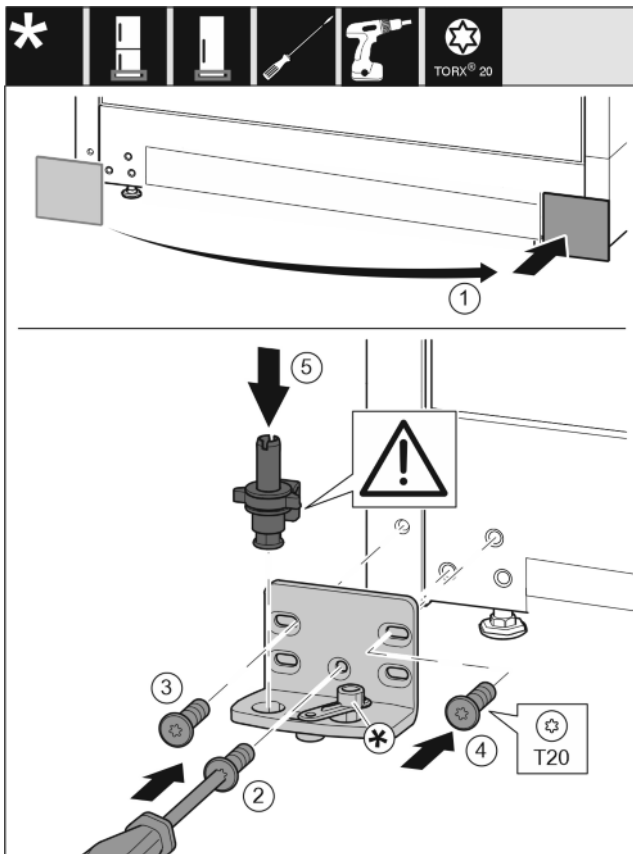

Fig. 15
- ▶ Enlever le cache et le mettre de l'autre côté. Fig. 15 (1)
- ▶ Poser le support de palier de l'autre côté et le visser à l'aide d'un tournevis T20. Commencer par la vis 2 en bas au milieu. Fig. 15 (2)
- ▶ Visser les vis 3 et 4. Fig. 15 (3,4)
- ▶ Mettre en place l'axe de palier complet. Veiller à ce que l'ergot d'enclenchement soit orienté en arrière. Fig. 15 (5)